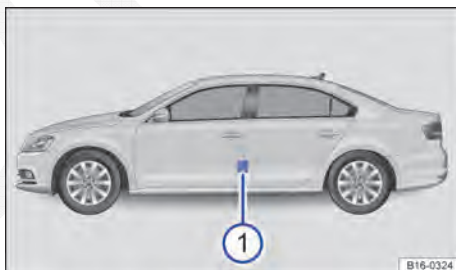

Fig. 199 Na coluna do condutor: etiqueta com as pressões dos pneus ① (alternativa ao lado interno da portinhola do tanque).
com as pressões dos pneus está na coluna da porta do condutor ⇒ Fig. 199 ① ou na parte interna da portinholha do tanque.